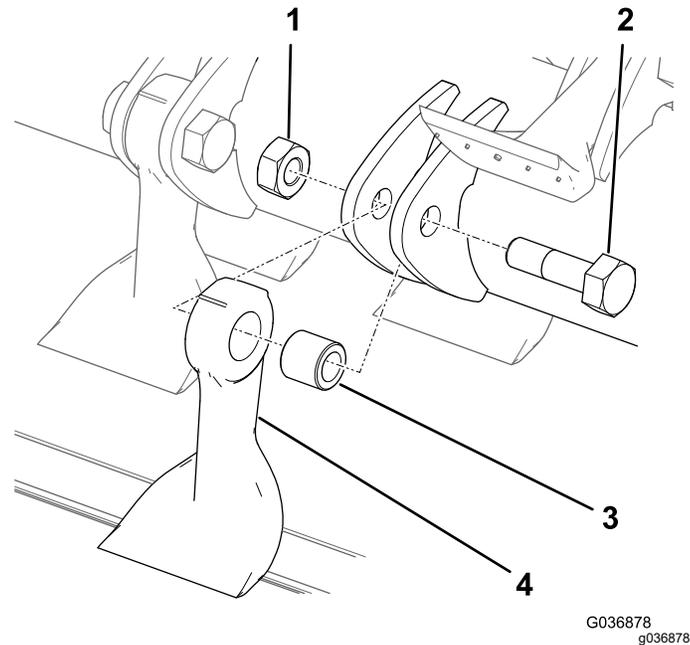

Figura 74
8. Segurando a lâmina com um trapo ou uma luva acolchoada, retire a porca, o parafuso, o casquilho e a lâmina (Figura 74).
10. Instale a nova lâmina e o casquilho com uma nova porca e parafuso da lâmina (Figura 74).